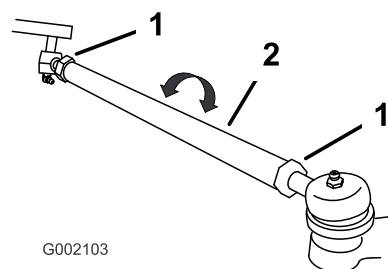

図 55
7. 前後の測定値の差が所定範囲 06 mm にならない場合は、タイロッド両端のジャムナットをゆるめて調整を行う 図 55。